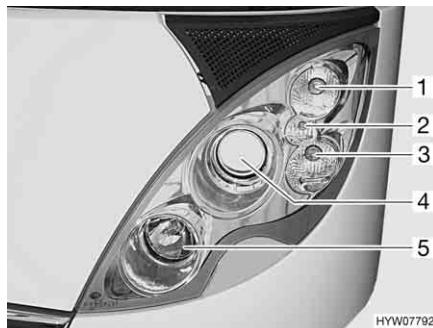
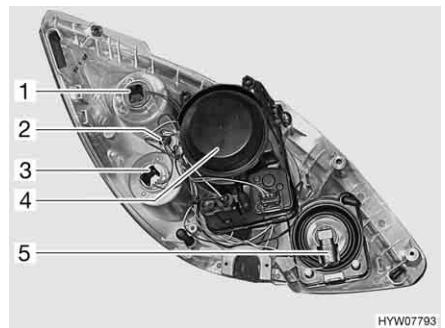

Fig. 165 Fari anteriori (lato anteriore)
Fig. 166 Fari anteriori (lato posteriore)
Indicatore di direzione (Fig. 165,1 e Fig. 166,1)
(Fig. 165,2 e Fig. 166,2)**
- Luce diurna (Fig. 165,3 e
(Fig. 165,4 e Fig. 166,4)**
- Abbagliante (Fig. 165,5 e